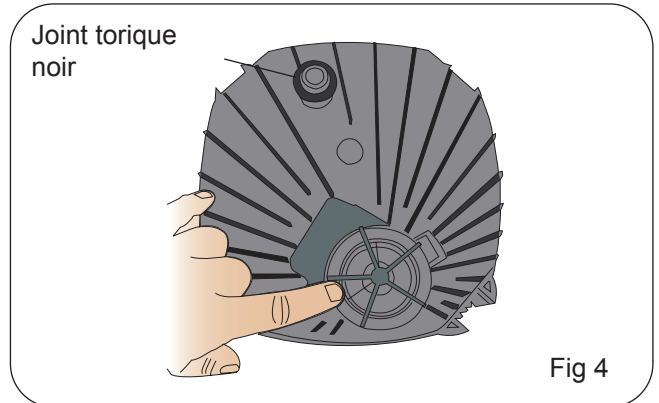

Fig 4
4. Avant d'installer l'unité de tête, branchez-la à l'alimentation électrique. Vous devriez voir l'impulseur tourner. En cas de problème, consultez la section de dépannage. Débranchez l'unité de l'alimentation après quelques secondes pour éviter de l'endommager. Retirez le joint torique noir du tuyau d'alimentation et placez-le sur le tuyau d'entrée du filtre sur le panier de filtration supérieur. Fig. 4.
14. Retirez ensuite le bouchon de l'impulseur et sortez l'impulseur. Fig. 4